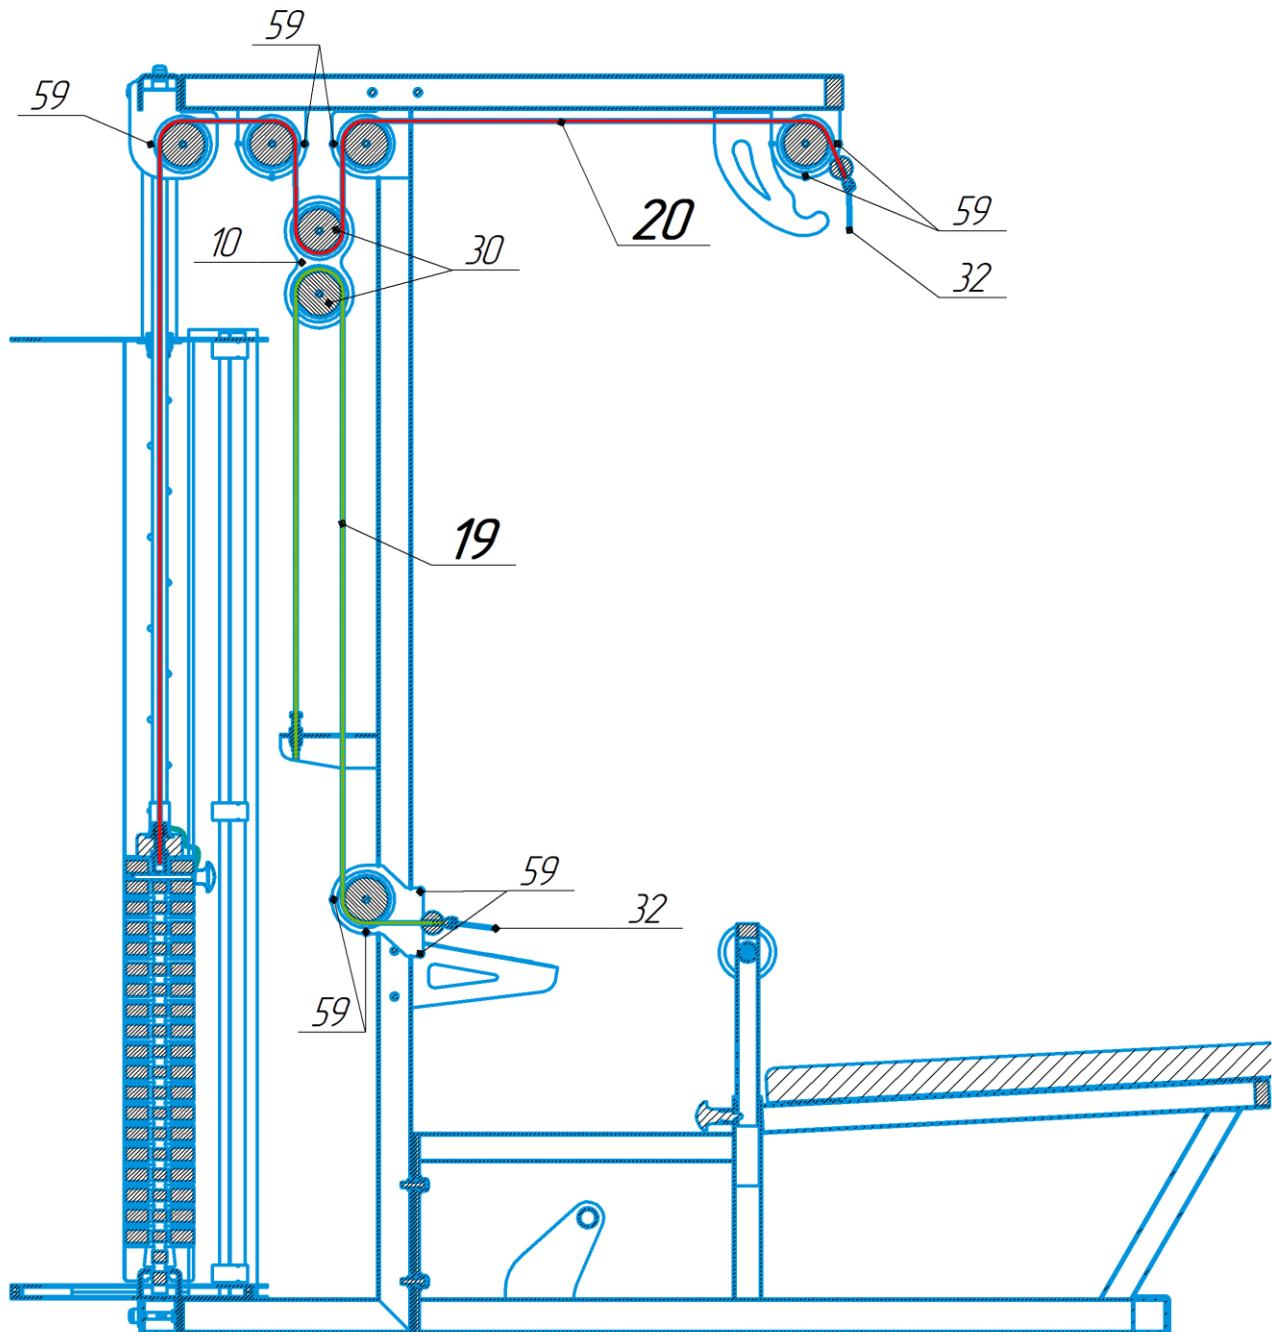

Рис.13. Схема сборки этапа №0
4. Закрепите ролик на кронштейне с помощью болта M10x50 (51) и гайки (54) через шайбы (56). Использовать ключ на 17 мм (Г).
5. На каждый болт и гаку наденьте колпачок (43).
6. В необходимых местах, указанных на рис.13, установите стяжку межсекционную (59), которая служит ограничителем хода троса. Пример установки указан на рис.11а. крестовую отвертку (Е).
1. На места указанные на рис. 13 установить стяжки межсекционные (59). Способ установки указан на этапе №7.
2. На законцовку троса (19) и (20) установить карабин (32).